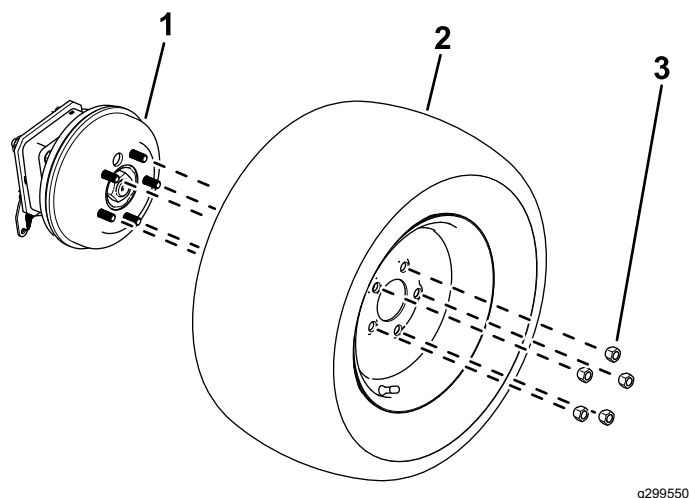

Figure 11
1. Desserrez et retirez les écrous de roue (Figure 11).
2. Déposez les roues des moyeux (Figure 11).
1. Fixez les roues sur les moyeux à l'aide des écrous de roues retirés précédemment (Figure 11).